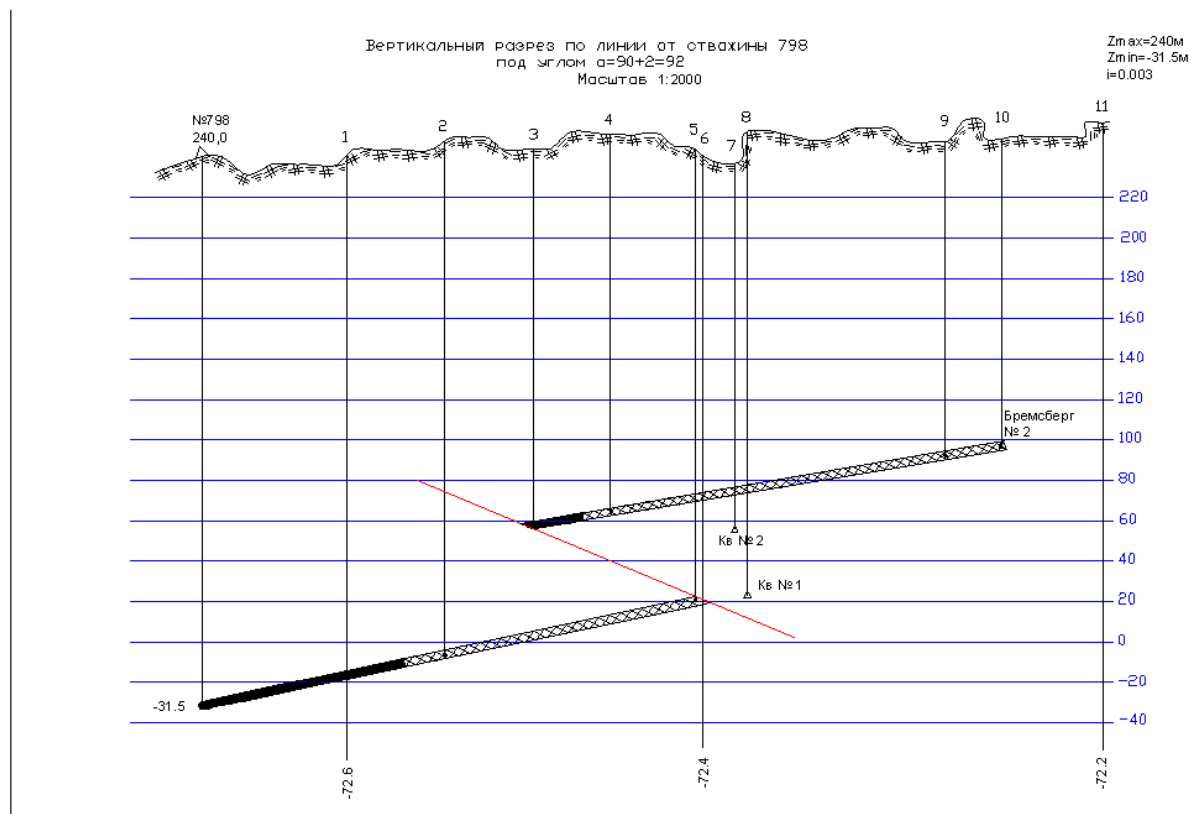

Рис. 58. Вертикальный разрез
2. Постройте вертикальный разрез вначале в бумажном варианте, затем после проверки и уточнения выполните чертеж в программе AutoCAD (рис. 58).